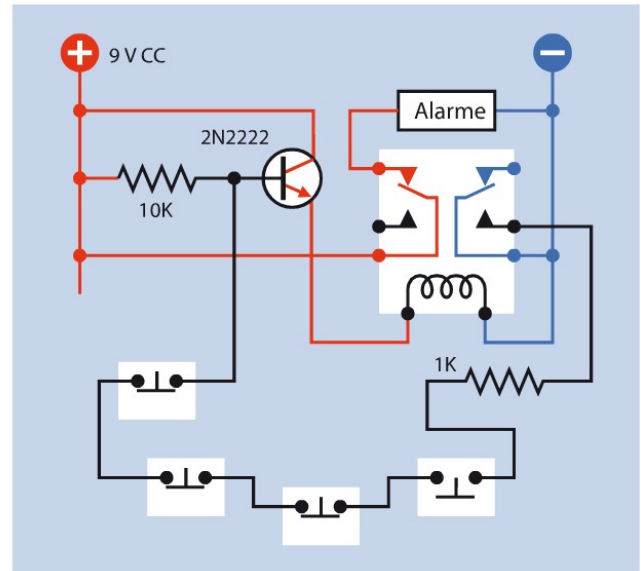

Figure 3-87. Un capteur vient d'être ouvert. Le transistor reste activé, même si le capteur est refermé.
- Et si l'on referme le capteur, cela reste sans effet, car le contact de droite du relais est ouvert et provoque la rupture de la liaison vers la masse de la chaîne des capteurs. Le transistor continue à laisser passer le courant et le relais reste activé (figure 3-87).